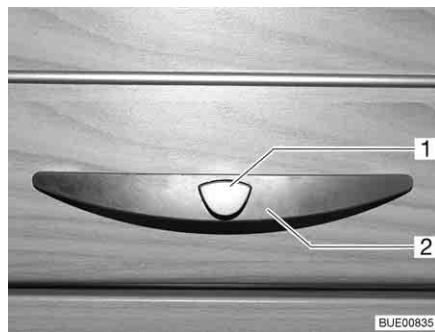
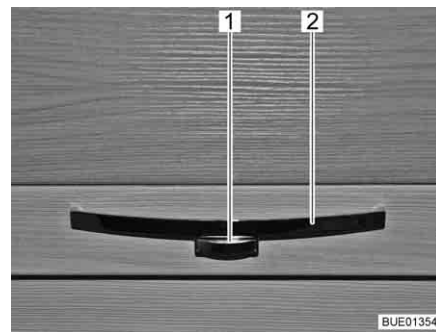

Fig. 58 Sportello del mobile con maniglia (esempio)
Fig. 59 Sportello del mobile con maniglia (esempio)
- Premere il bottone di sbloccaggio (Fig. 58,1 o Fig. 59,1) della maniglia (Fig. 58,2 o Fig. 59,2) e mantenerlo premuto.